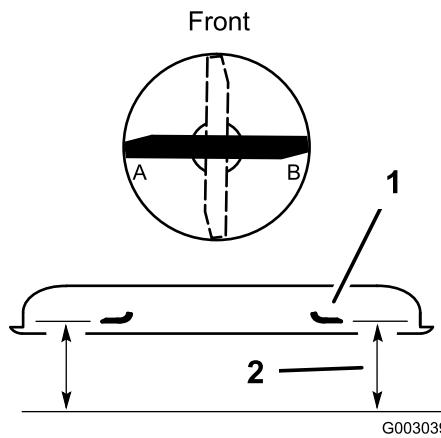

Figure 51
- Tournez la lame transversalement (Figure 51). Mesurez la distance aux points **A** et **B** (Figure 51) entre une surface plane et le bord coupant des pointes de la lame (Figure 51).